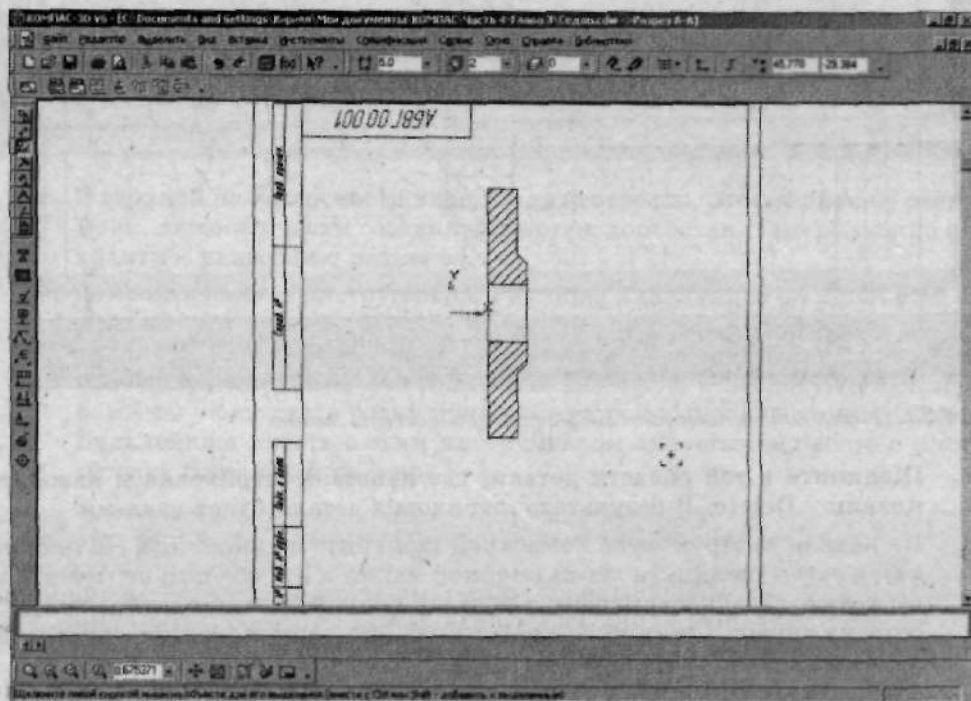

Рис. 4.32. Удалите линию разреза, его обозначение и вид #Слева
12. Удалите созданную линию разреза и обозначение, а также первый созданный вид — вид *#Слева*. Для этого щелчком мыши выделите их, а затем просто нажмите клавишу **Delete** (рис. 4.32).